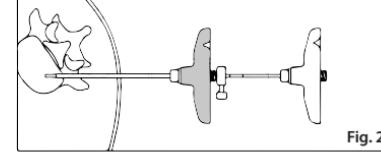

Fig. 2
- FIG. 2** Inserte el relleno (A) en la cánula de corte posicionada (introductor transpedicular Preston) hasta que el indicador de profundidad en el relleno (A) entre en contacto con el extremo luer de la cánula de corte.
BILD 2 Sätt in fyllningsanordningen (A) i den positionerade skärande kanylen (Preston transpedikulär införare) tills djupmätaren på fyllningsanordningen (A) kommer i kontakt med den skärande kanylens luerände.